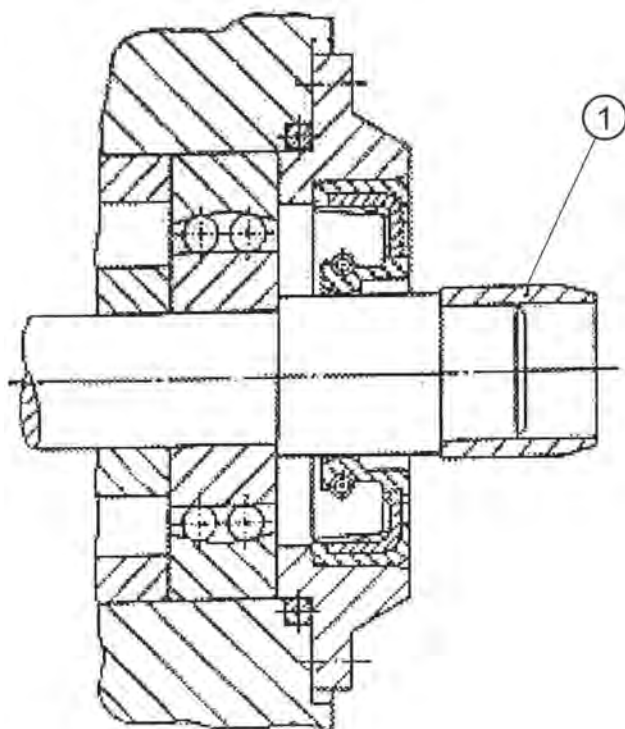
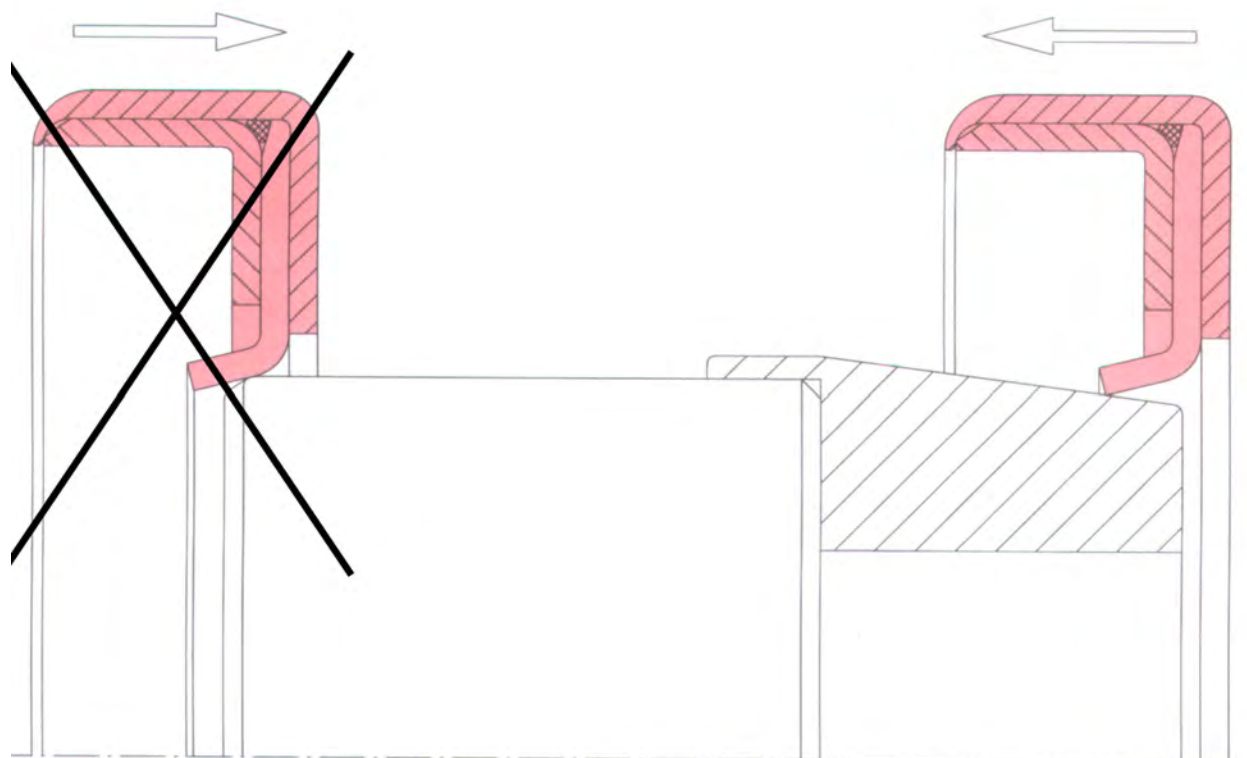

Figure 3 : Douille de montage avec chanfrein
Figure 4 : Montage de la bague à lèvres avec ressort avec lèvre d'étanchéité en PTFE
6. En cas de besoin, utiliser des broches ou des douilles de montage (p. ex. moteur en V côté volant moteur, Figure 3), (BR3 et BR6 voir Figure 4).
7. Lors du montage de bagues à lèvres avec ressort avec lèvre d'étanchéité en PTFE, veiller à que cette dernière soit tendue auparavant pendant env. 1 heure. Pour cela, utiliser une douille de tension spéciale ou la douille de montage. Avant de placer la bague d'étanchéité sur la douille, la lèvre d'étanchéité doit auparavant être pré-courbée manuellement dans la position théorique approximative (Figure 4).